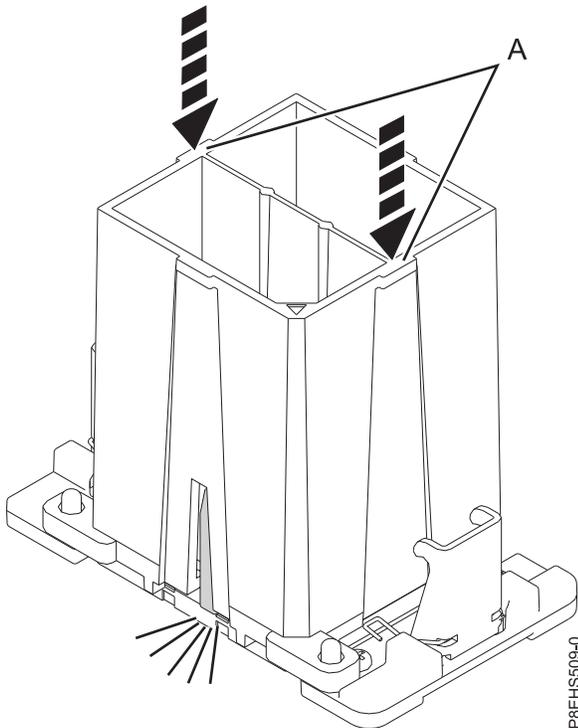

Figure 127. Blocage du module processeur système dans l'outil
- c. L'outil de retrait (**A**) étant posé sur la partie supérieure du module processeur système, appuyez dessus pour engager le module processeur système dedans, comme illustré dans la figure 127, à la page 112. Assurez-vous que les deux pinces de l'outil sont fixées sur le module processeur système. N'appuyez pas sur les pattes de déverrouillage bleues, des instructions ultérieures vous inviteront à le faire.